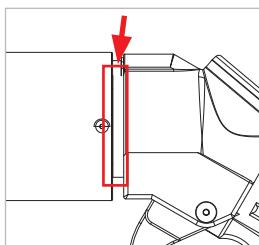

Figure 16
- ▶ Tirez le manchon de protection anti-choc (n° 1) vers l'avant. Vaporisez le lubrifiant une fois sur la zone marquée (*Figure 16*).